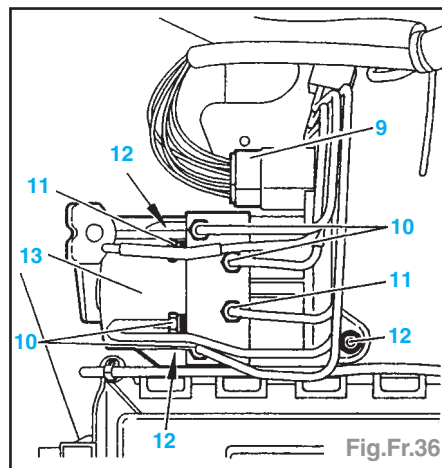

Fig.Fr.36
- Déconnecter le connecteur (9) (Fig.Fr.36).